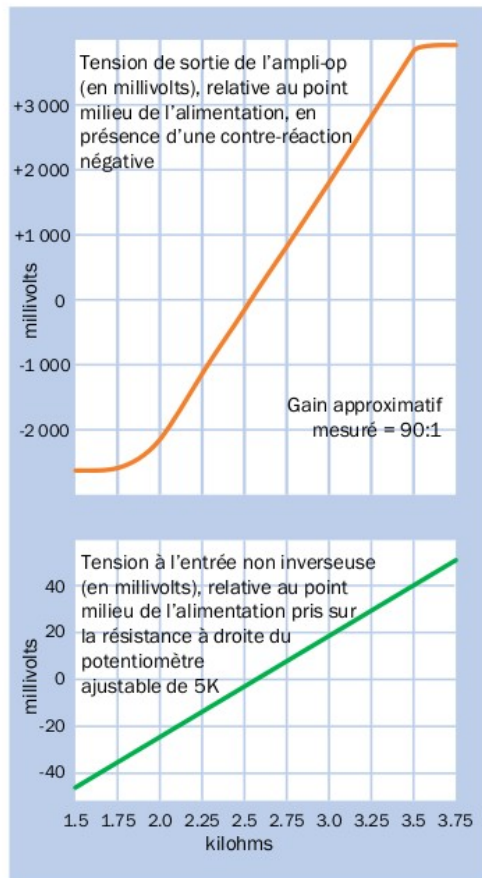
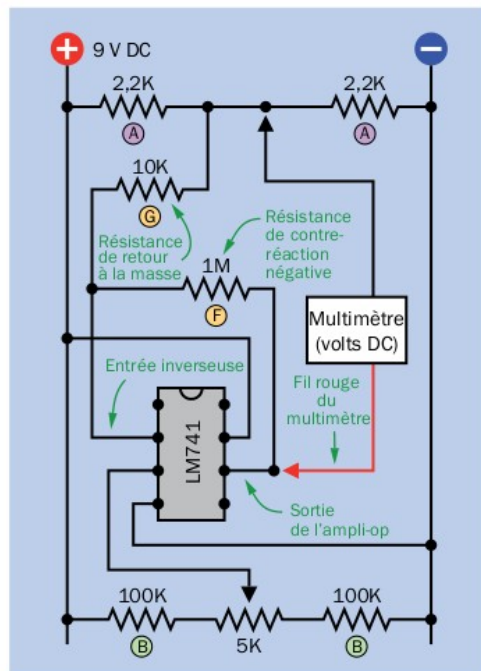
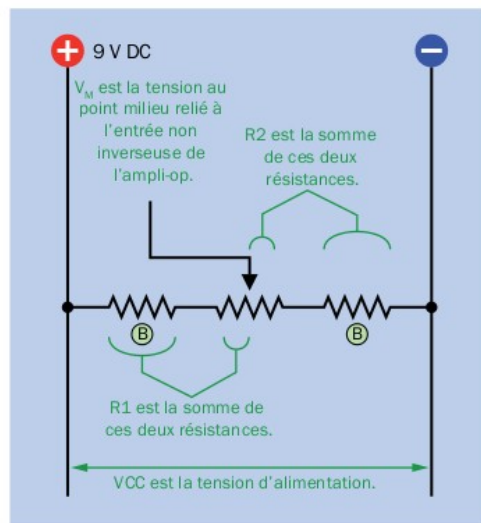

Figure 11-3. La partie centrale de la courbe verte de l'entrée est maintenant reproduite correctement à la sortie, grâce à la contre-réaction négative.
Figure 11-4. Le schéma précédent a été modifié afin d'introduire une contre-réaction négative en ajoutant deux résistances.
Figure 11-9. La tension de l'entrée non inverseuse de l'amplificateur opérationnel peut être calculée si vous connaissez les valeurs indiquées ci-dessus.
Observez la courbe sur la fig. 11-3 page suivante : une entrée linéaire engendre une sortie précisément linéaire. C'est exactement ce que nous voulons et, bonne surprise, c'est facile à obtenir. Pour vous en rendre compte par vous-même, appliquez les modifications suivantes à votre circuit.
- Ajoutez deux résistances, identifiées F et G sur la fig. 11-4. La fig. 11-5 représente ce circuit réalisé sur une plaque de montage.
Sur la fig. 11-3, de petites variations de la ligne orange (pouvant être visibles ou non dans le circuit reproduit) résultent sûrement des imperfections dans les mesures effectuées. Sur une plaque de montage, chaque connexion possède une faible résistance et le simple fait de faire bouger un composant change la mesure en cours, au moins très faiblement.
Il faut prendre en compte un paramètre supplémentaire, qui est celui de la résistance de retour à la masse identifiée G sur la fig. 11-4. Elle dévie une partie de la contre-réaction négative vers le point A du diviseur de tension. Cela peut être exprimé différemment.
En observant la fig. 11-3, on s'aperçoit que la ligne orange est aplatie à chaque extrémité, ce qui semble indiquer que les performances linéaires chutent. C'est effectivement le cas, mais il y a une bonne raison à cela. La plage des tensions de sortie d'un amplificateur opérationnel ne peut pas être plus grande que la tension délivrée entre la ligne positive et la ligne négative de son alimentation. En fait, les tensions mini et maxi de sortie de l'ampli-op seront toujours légèrement inférieures à celles de son alimentation, car l'ampli-op absorbe une partie de ces tensions pour son fonctionnement. En conséquence, si vous augmentez l'entrée au-delà d'une certaine valeur, vous n'obtenez pas une tension de sortie plus grande. Lorsque cela se produit en présence d'un signal audio, vous entendez une distorsion du son.
Sur la fig. 11-8, vous verrez une série de mesures des tensions d'entrée et de sortie que j'ai relevées moi-même, pour différents réglages du potentiomètre du circuit de la fig. 11-4. Ce sont les valeurs que j'ai utilisées pour tracer la courbe de la fig. 11-3. J'ai ensuite utilisé ce graphe pour calculer le gain de mon amplificateur opérationnel.
Retirez le potentiomètre ajustable de la platine de montage et mesurez la résistance entre son curseur (la broche centrale) et la broche normalement reliée à la résistance de 100K B située à droite, du côté négatif de l'alimentation (voir sur la fig. 11-4). Réglez le potentiomètre jusqu'à obtenir une valeur de 1K5 (1 500 ohms).
Mesurez la tension de sortie de l'ampli-op en réglant votre multimètre pour la mesure des tensions continues en volts et en positionnant les pointes de touches comme sur la fig. 11-4. Faites bien attention de placer le fil rouge et le fil noir dans les positions indiquées. Regardez attentivement si le signe « - » apparaît avant la valeur affichée.
Vous pouvez calculer la tension d'entrée à partir de la valeur des résistances et de la tension d'alimentation. Cela serait plus simple si je pouvais vous le montrer à l'aide d'un multimètre sur une table de travail, mais c'est impossible. Le meilleur moyen reste donc de vous l'expliquer à l'aide du schéma que j'ai dessiné sur la fig. 11-9 ci-contre. Il reprend une partie du circuit de la fig. 11-4 qui contient le diviseur de tension B.
Pour déterminer la résistance de la partie gauche du potentiomètre, il suffit de soustraire la résistance de la partie droite de la résistance totale RT. Sur la fig. 11-9, la partie de droite présentait une résistance de 1 500 ohms, donc :